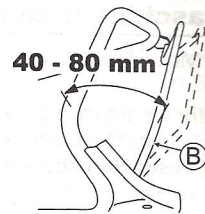

Fig. 15.
Réglez de telle façon que la machine fonctionne (l'embrayage s'engage) lorsque la distance entre le Levier d'embrayage (B) et la poignée est de 40 - 80 mm ainsi qu'illustré dans la Fig. 15.